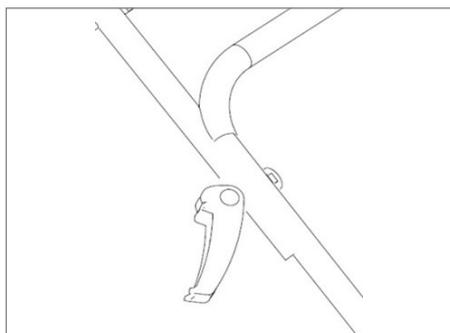
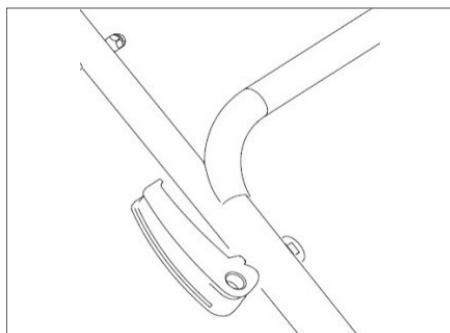

Fig. 1C
Fig. 1D
3. Empuje la palanca de bloqueo hacia adentro para bloquear los manillares en la posición de operación. (Fig. 1C/Fig. 1D)